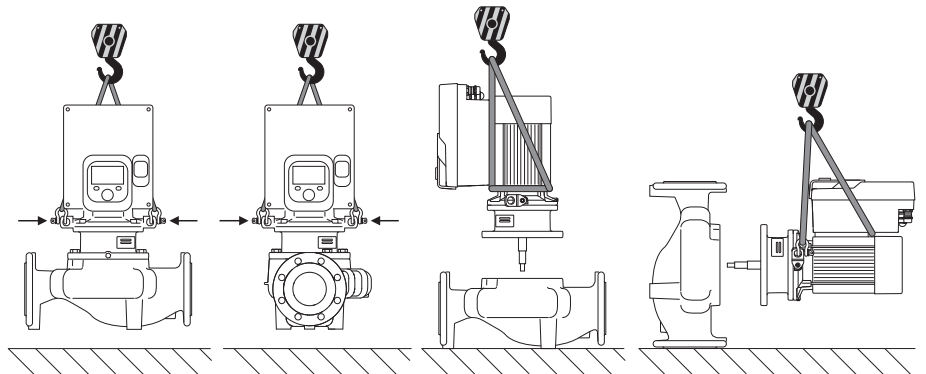

Fig. 6: Напрямок підіймання одинарного насоса
Транспортувати насос потрібно за допомогою призначених для цього вантажозахоплювальних засобів (поліспаст, кран тощо). Вантажозахоплювальні засоби слід кріпити до спеціальних транспортувальних вушок на фланці двигуна. Підіймальні петлі за потреби треба зсунути під проміжну пластину (Fig. 6/7). Захистіть насос від перекидання.
2. Для безпеки закріпити вставний модуль (Fig. 4) необхідними підйомними пристроями за транспортувальні вушка. Щоб вузол не перекинувся, закріпити двигун і адаптер електронного модуля ременем, як показано на Fig. 6. Під час закріплення не допускати пошкодження електронного модуля.